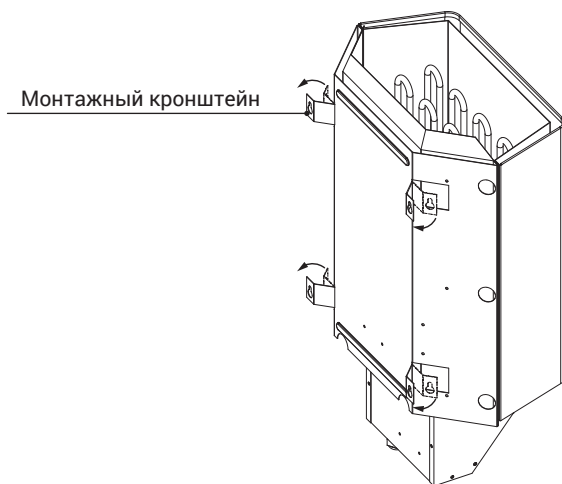

Рис. 6
- Убедиться в правильном расположении монтажных кронштейнов как показано на рис. 6, при необходимости подогнуть кронштейны (сторона с отверстиями должна быть строго параллельна стене сауны).